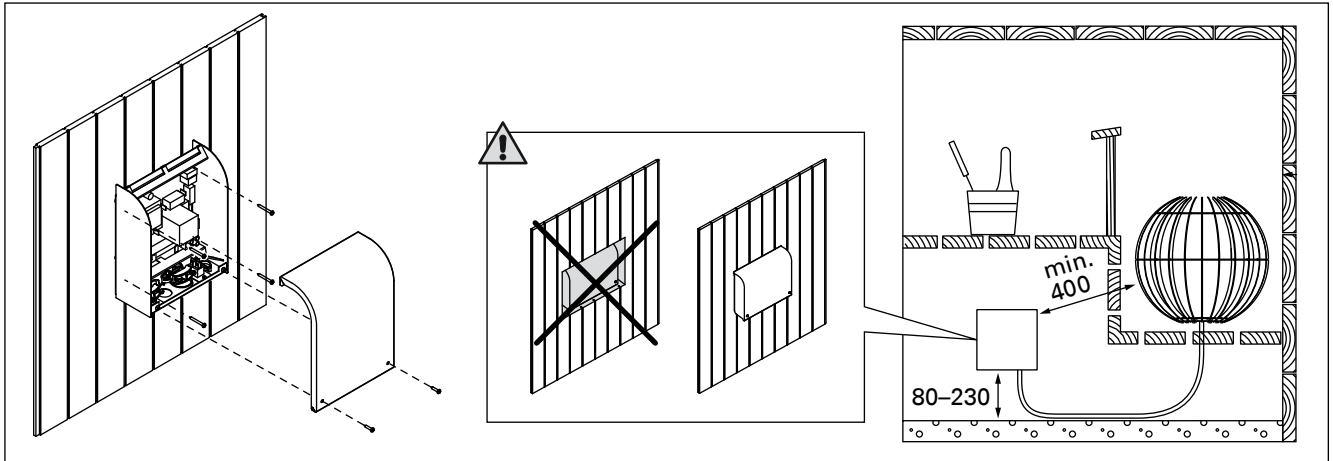

Рисунок 8. Установка блока питания (все размеры приведены в миллиметрах)
**Внимание! Блок питания нельзя утопывать в стену или устанавливая его заподлицо, так как это может вызвать перегрев внутренних компонентов блока и привести к поломке устройства. См. рис. 8.**